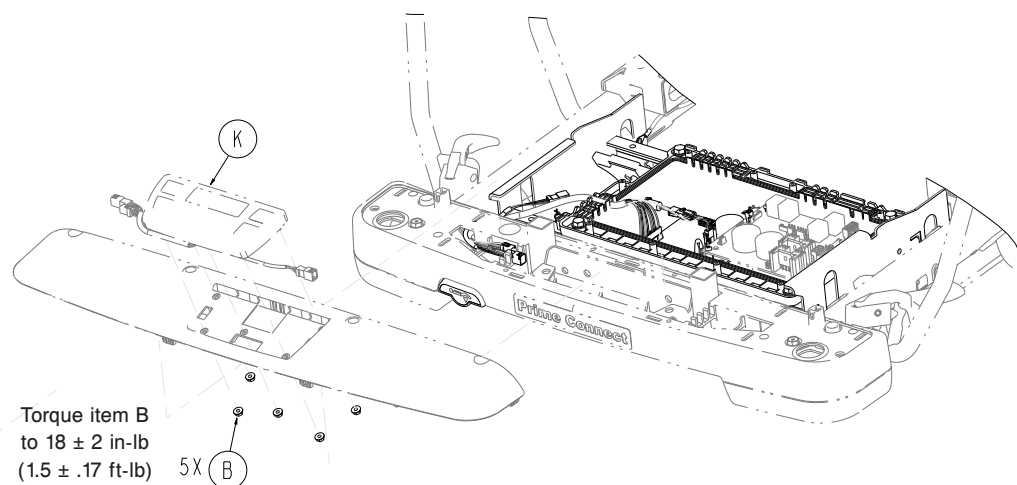

Figure 38 – Ensemble de housse supérieure
- À l'aide d'un tournevis à doille de 11/32 po, retirer les cinq écrous (B) qui fixent l'ensemble de clavier (K) à la housse supérieure et retirer l'ensemble clavier (Figure 38). Jeter l'ensemble de clavier et les écrous. Conserver la housse supérieure.